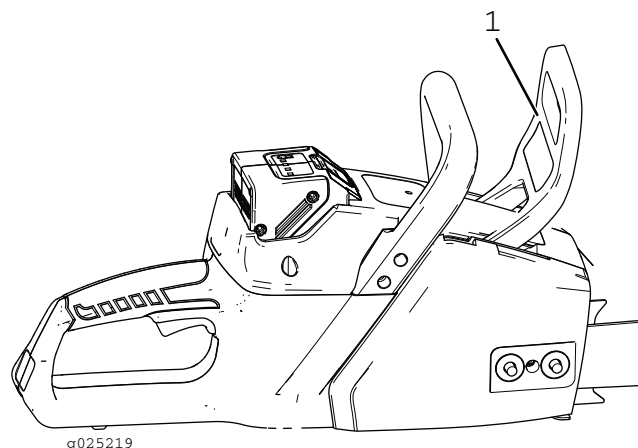

Figura 26
2. Ponga el freno de la cadena; para ello, empuje el freno de mano hacia adelante, a la posición de parada (Figura 26).